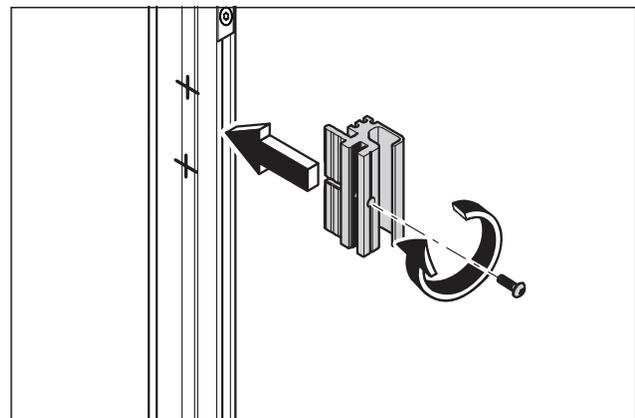

Abb. 31 Die Zargenklemmstücke auf der Bandseite anbringen.
5. Das Grundprofil für die Zarge ausrichten (Abb. 31).